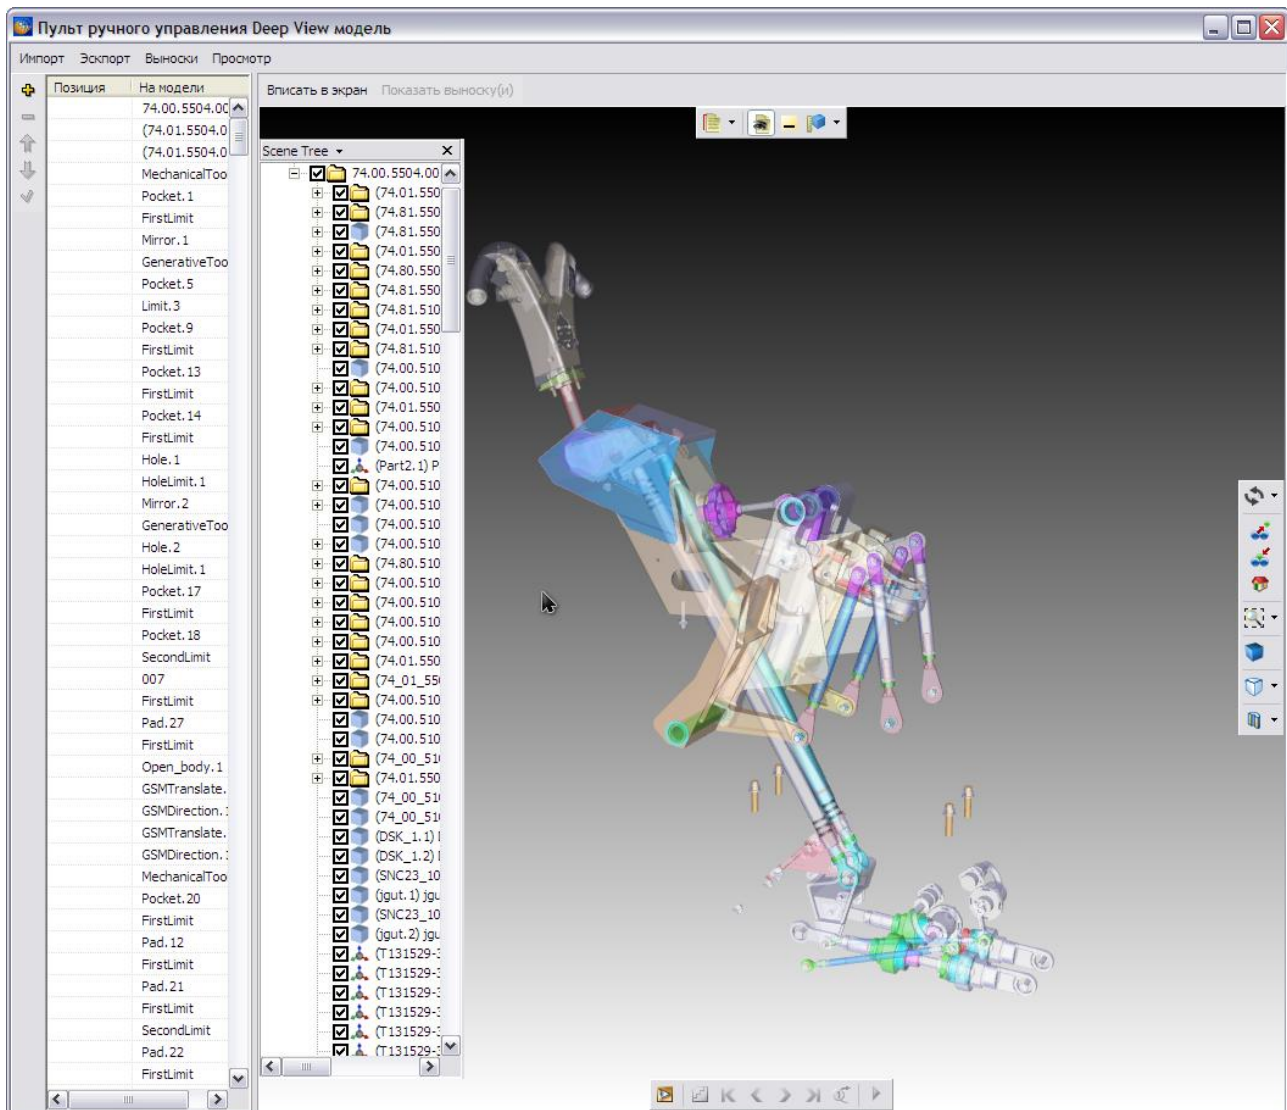

Рис. 6.69
- В меню **Импорт** выберите пункт **Импортировать выноски из модели**. При этом происходит перенос всех значений из окна **Scene Tree** в столбец **На модели** левого окна (Рис. 6.69).